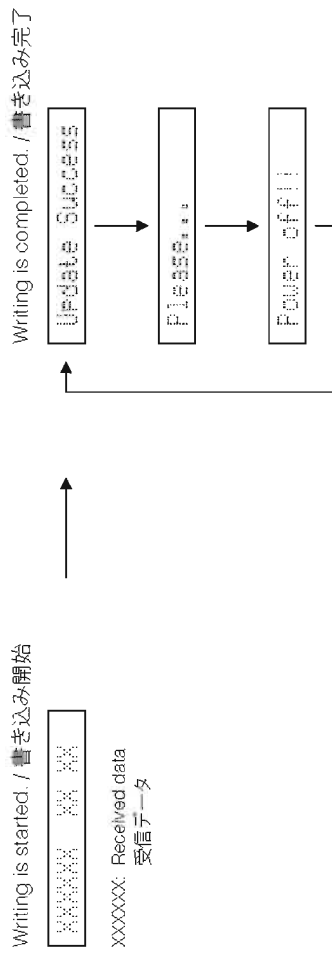

Fig. 3
6. Press the "PLAY" key of the DVD/CD player. Then writing of the firmware is started. (Fig. 3)
7. When writing of the firmware is completed, "Update Success", "Please..." and "Power off!!" are displayed repeatedly. (Fig. 3)
6. DVD/CD プレーヤーの "PLAY" キーを押します。フォームウェアの書き込みが開始されます。(Fig. 3)
7. フォームウェアの書き込み完了後、"Update Success"、"Please..."、"Power off!!" が繰り返し表示されます。(Fig. 3)